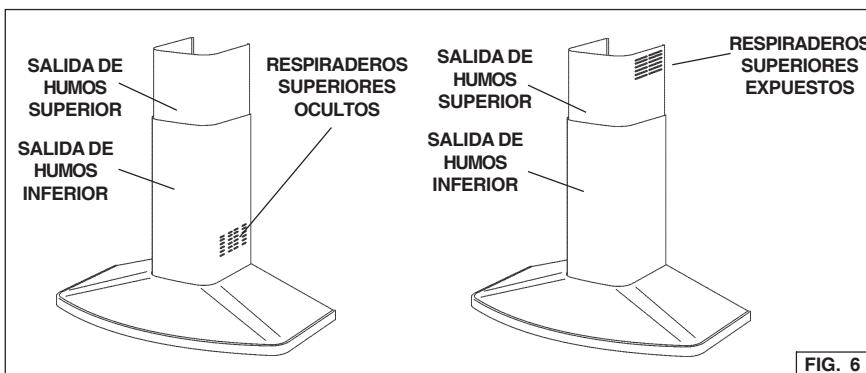

FIG. 6
4. Coloque con cuidado la salida de humos decorativa inferior en el área empotrada de la parte superior de la campana de cocina. Fig. 6
5. Deslice cuidadosamente la salida de humos decorativa superior hacia abajo, dentro de la salida de humos inferior. Fig. 6
7. Coloque con cuidado la salida de humos decorativa inferior en el área empotrada de la parte superior de la campana de cocina. Fig. 6
8. Deslice cuidadosamente la salida de humos decorativa superior hacia abajo, dentro de la salida de humos inferior. Nota: los respiraderos deben estar hacia arriba. Fig. 6